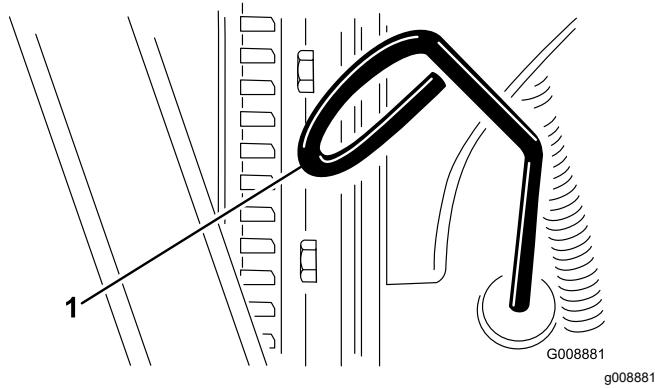

Figura 48
2. Togliete l'asta di livello ed asciugatela con un panno pulito (Figura 48).